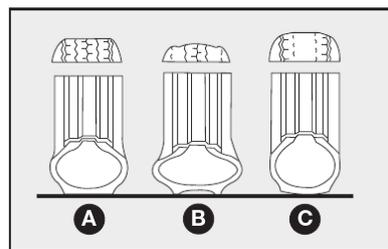

fig. 26
**Um pneu com pressão abaixo do especificado se aquece excessivamente quando em utilização continuada, isso poderá provocar danos aos pneus ou até mesmo o seu estouro. Mantenha sempre os valores de pressão indicados neste manual. Uma pressão errada provoca um desgaste anormal dos pneus fig. 26.**
**Uma pressão errada provoca um desgaste anormal dos pneus fig. 26.**